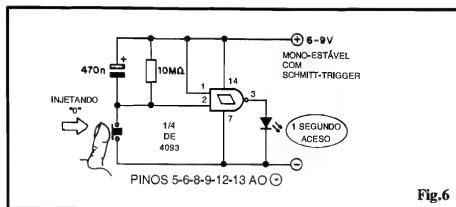

Fig.6
**- FIG. 6 - (EXPERIÊNCIA) - MONO-ESTÁVEL PRÁTICO, COM UM GATE NAND SCHMITT TRIGGER DE UM 4093** - Os felizardos Leitores/Hobbyistas que possuírem uma matriz de contatos (Proto-Board) poderão realizar algumas EXPERIÊNCIAS muito elucidativas, usando poucos componentes, comuns e baratos, aprendendo bastante sobre os aspectos práticos da utilização de **gates Schmitt Trigger**... No primeiro exercício reali-
Experimentar ainda **manter** o **push-button** pressionado por longo Tempo... O LED (no caso do circuito experimental da fig. 6) ficará aceso por todo o Tempo em que o **push-button** encontrar-se premido, **mais** a Temporização decorrente dos valores de R e de C... Pensar a respeito, e tirar as conclusões quanto ao porquê de tal comportamento...